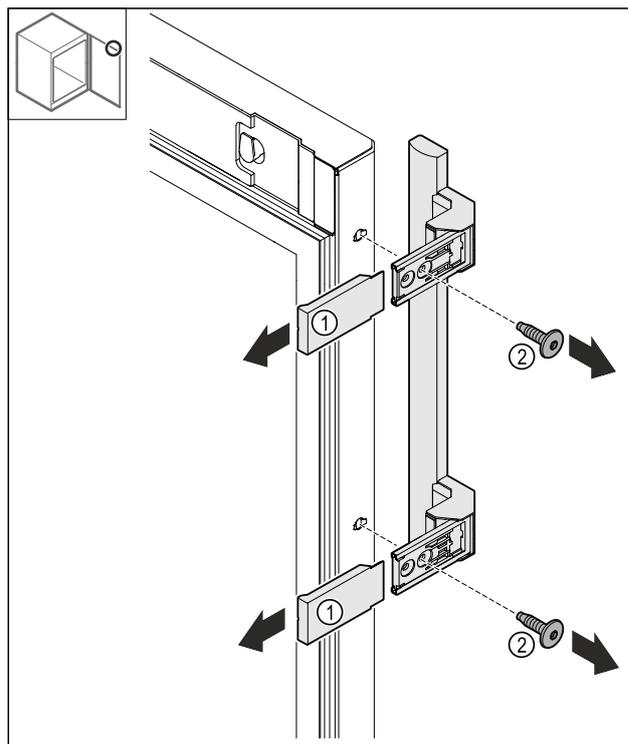

Fig. 25
- Retirer les caches Fig. 25 (1).
- Desserrer les vis Fig. 25 (2).